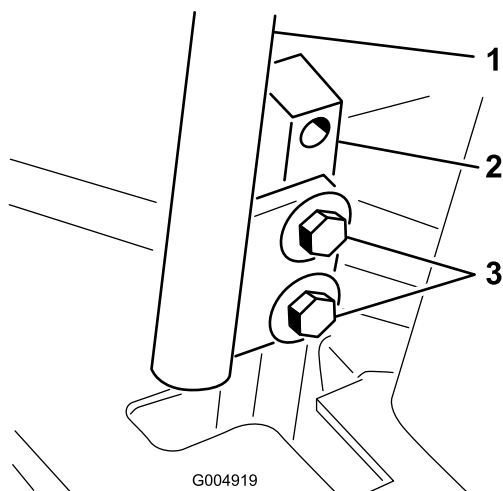

Figure 44
3. Desserrez les boulons de fixation des leviers de commande (Figure 44).